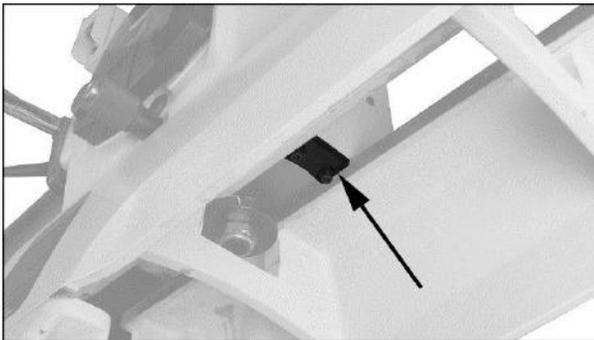

Figure 35
**IMPORTANT:** Débloquer d'abord le dispositif de pivotement (Fig 35) avec une clé six pans de 4 mm.